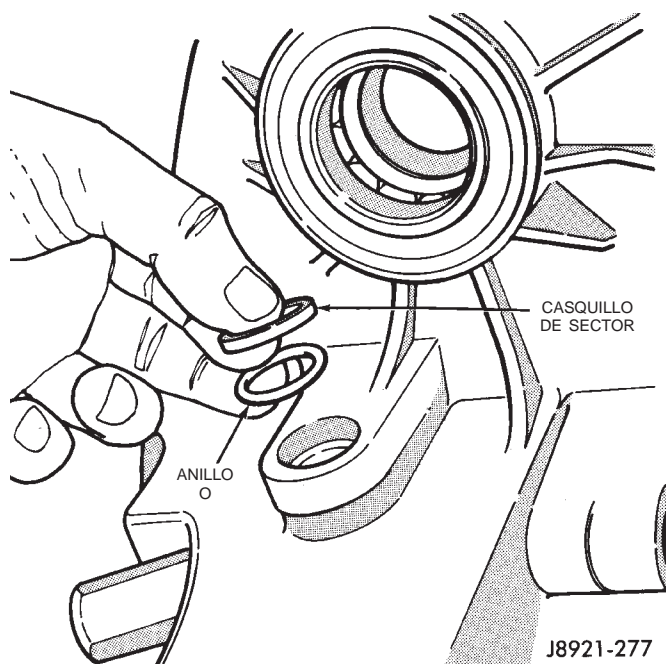

Fig. 60 Instalación de anillo O y casquillo de sector
(1) Instale el anillo O y casquillos nuevos del eje de sector (Fig. 60).